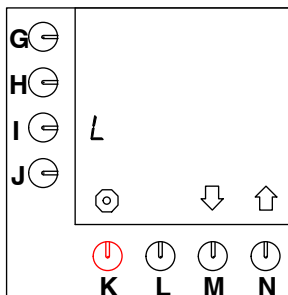

Fig. 22 Den standardindstillede enhed = L (liter)
- Det er standardindstillingen (fig. 22).